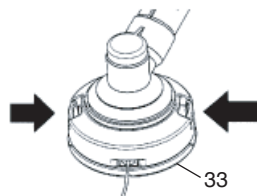

Fig. 29
- (1) Retirez le boîtier (33) en poussant fermement les attaches de blocage vers l'intérieur avec les pouces comme l'illustre la Fig. 29.